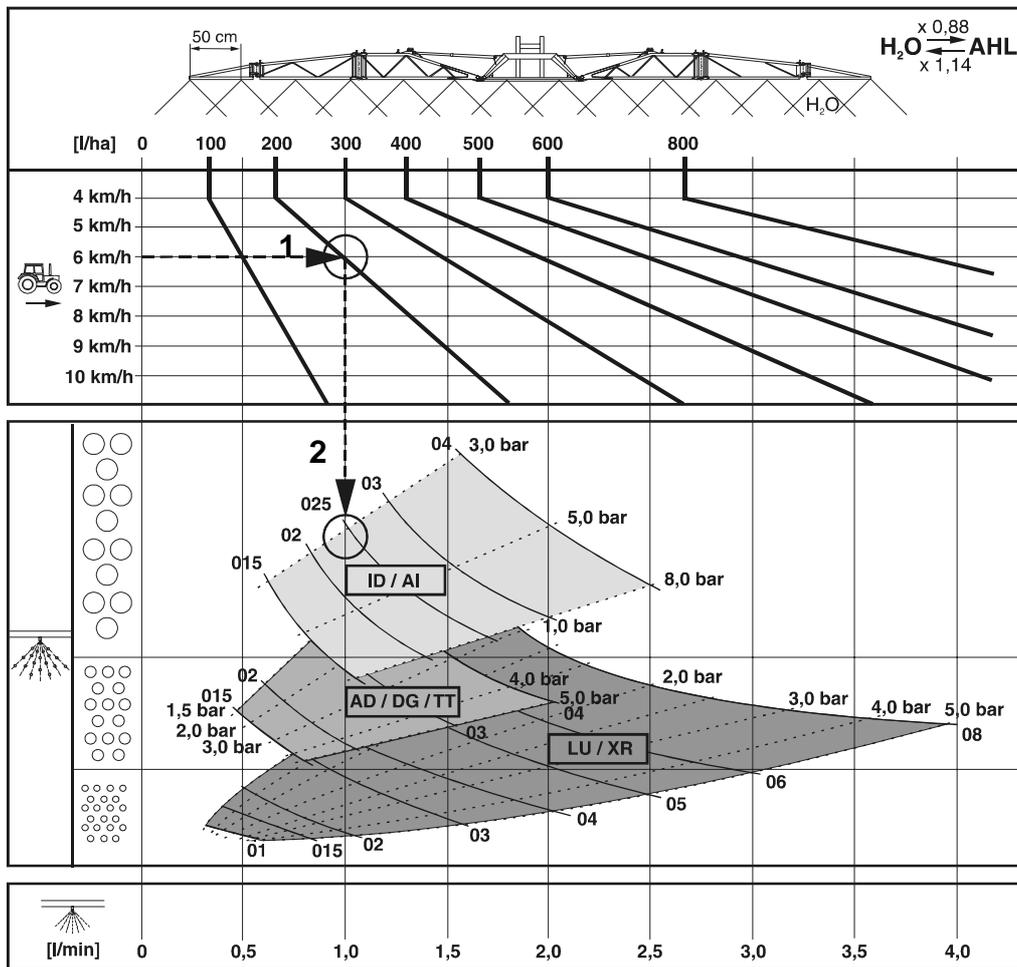

Fig. 12.1
- Determinar el punto de operación (fig12.1/1) para el consumo de líquido requerido [l/ha] y la velocidad prevista de marcha [km/h].
- En el punto de operación trazar una vertical (fig. 12.1/2) hacia abajo. Esta línea atraviesa los campos característicos de diferentes tipos de toberas según la posición del punto de operación.